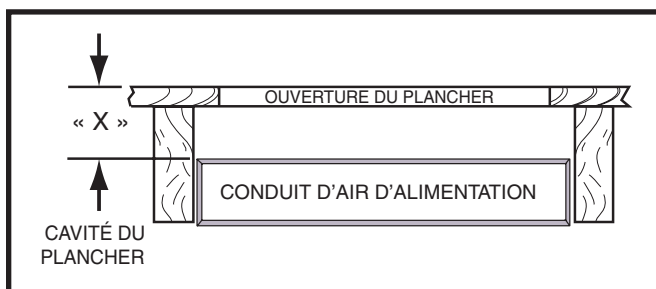

Figure 4. Cavité du plancher
**REMARQUE :** La profondeur de la cavité du plancher montrée en « X » à la Figure 4 (page 7) détermine le raccord de conduit qui convient.